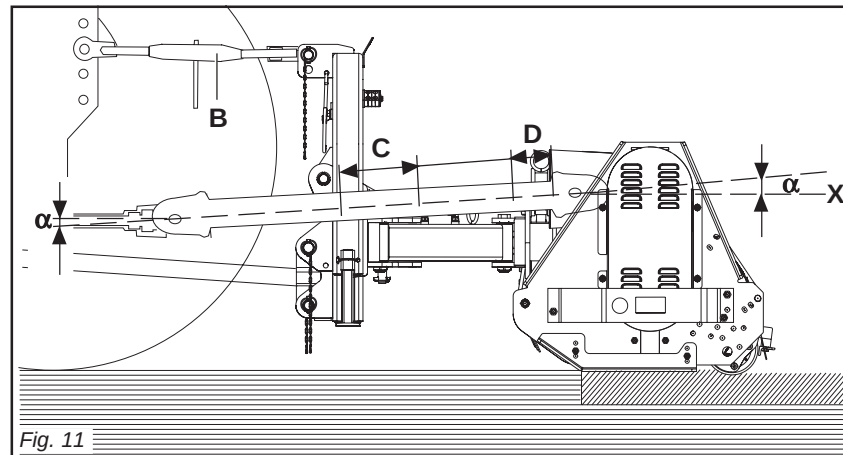
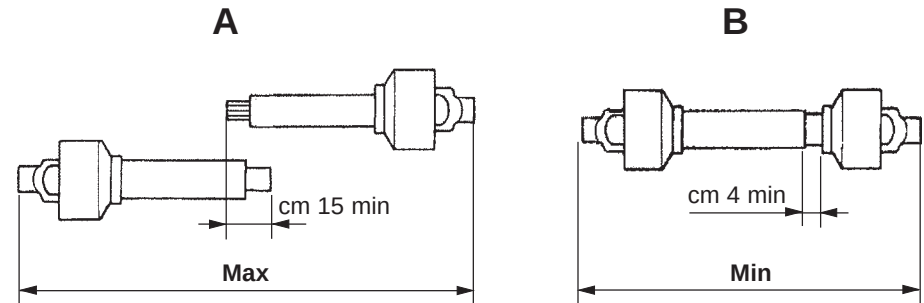

Fig. 11
Fig. 12
Per fare ciò aumentare o diminuire la lunghezza della barra superiore dell'attacco (B Fig. 11) in modo da portare l'asse (X Fig. 11) della ghiera scanalata della scatola parallela al suolo.
- I due angoli (α Fig. 11) formati dalle assi delle forcelle e l'asse dei tubi scorrevoli saranno uguali e non dovranno superare i 10°.
- La copertura (C Fig. 11) dei tubi scorrevoli deve essere di 15 cm minimo (Fig. 12).
- I due tubi dell'albero di trasmissione a cardano non si devono ricoprire completamente, una corsa di sicurezza (D Fig. 11) di 4 cm minimo deve sussistere.
- Gli angoli (α Fig. 11) dei cardani non devono essere superiori a 40° (Fig. 11).
To achieve this, increase or decrease the length of the top bar of the hitch (B Fig. 11) so as to set the axis (X Fig. 11) of the housing's grooved ring nut parallel to the ground.
- The two angles (α Fig. 11) formed by the fork axes and the axis of the sliding tubes will be equal and must not exceed 10°.
- The sliding tubes (C Fig. 11) must overlap by at least 15 cm (Fig. 12).
- The two tubes of the driveline shaft must not fully overlap. There must always be a safety travel (D Fig. 11) of at least 4 cm.
- The angles (α Fig. 11) of the drivelines must not exceed 40° (Fig. 11).
Accoupler l'arbre de transmission à cardans à la prise de force du tracteur. L'attelage est correct quand dans la position de travail la machine est horizontale. Pour obtenir cette condition augmenter ou diminuer la longueur de la barre supérieure de l'attelage (B Fig. 11) de manière à ce que l'axe (X Fig. 11) de la bague cannelée de la boîte soit parallèle au sol.
- Les deux angles (α Fig. 11) formés par les axes des fourches et l'axe des tubes coulissants doivent être identiques et ne doivent pas dépasser 10°.
- La couverture (C Fig. 11) des tubes coulissants doit être au minimum de 15 mm (Fig. 12).
- Les deux tubes de l'arbre de transmission à cardans ne doivent pas se recouvrir complètement, il doit rester une course de sécurité (D Fig. 11) de 4 cm au minimum.
Um dies zu erhalten, die Länge der oberen Kupplungsstange (B Abb. 11) erhöhen oder verringern, bis die Achse (X Abb. 11) der Keilmutter des Gehäuses parallel zum Boden steht.
- Die beiden Winkel (α Abb. 11), die aus den Achsen der Gabeln und der Achse der Gleitrohre bestehen, müssen gleich groß sein und dürfen auf keinen Fall größer als 10° sein.
- Die Überdeckung (C Abb. 11) der Gleitrohre muss mindestens 15 cm ausmachen (Abb. 12).
- Die beiden Rohre der Gelenkwelle dürfen sich nicht ganz überdecken. Es muss noch einen Sicherheitshub (D Abb. 11) von mindestens 4 cm geben.
- La cobertura (C Fig. 11) de los tubos corredizos debe ser como mínimo de 15 cm (Fig. 12).